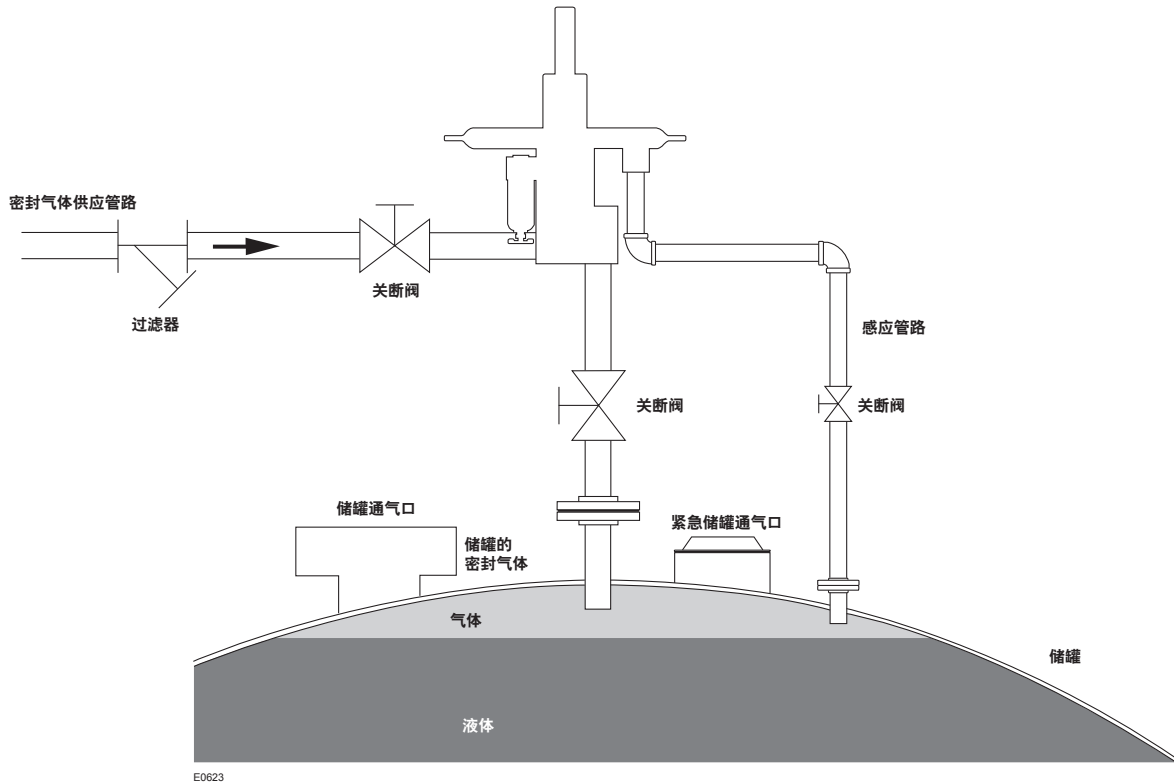

图4. ACE95系列储罐氮封阀的安装
1. 打开氮封阀与储罐之间(感应管路与出口)的关断阀。请参见图4。